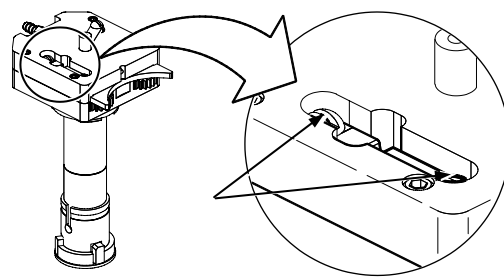

Рисунок 36. Осмотр винтов силовой перемычки
11. Убедитесь в надежности фиксации двух винтов силовой перемычки. См. рисунок 36.